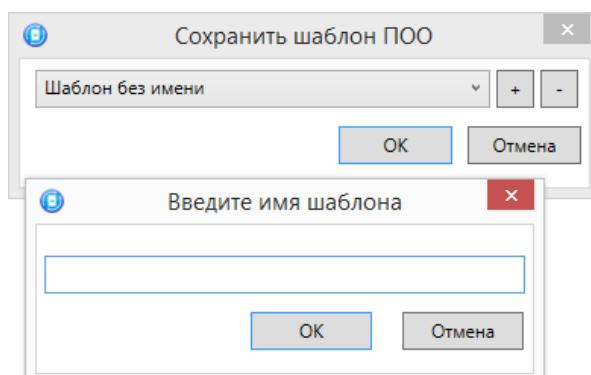

Рисунок 4.45 — Сохранение шаблона
- **Сохранить шаблон настроек:** открытие окна *Сохранить шаблон ПОО* (см. рисунок 4.45), с помощью которого может быть сохранена конфигурация ПОО контроллера в качестве шаблона.